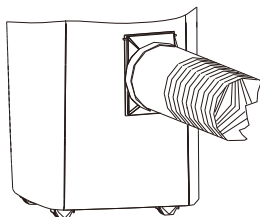

Fig. 10
11. Saída de ar de exaustão e respectivos acessórios acabados como ilustrado no desenho da Fig. 10.